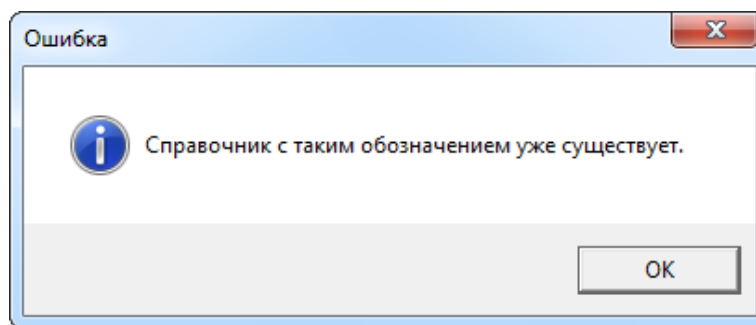

Рис. 10-138 – Сообщение об ошибке при создании справочника
2) Ввести «Обозначение» и «Наименование» справочника и нажать кнопку «ОК». Обозначение и наименование созданного раздела появятся в дереве справочника опционов (рис. 10-138).